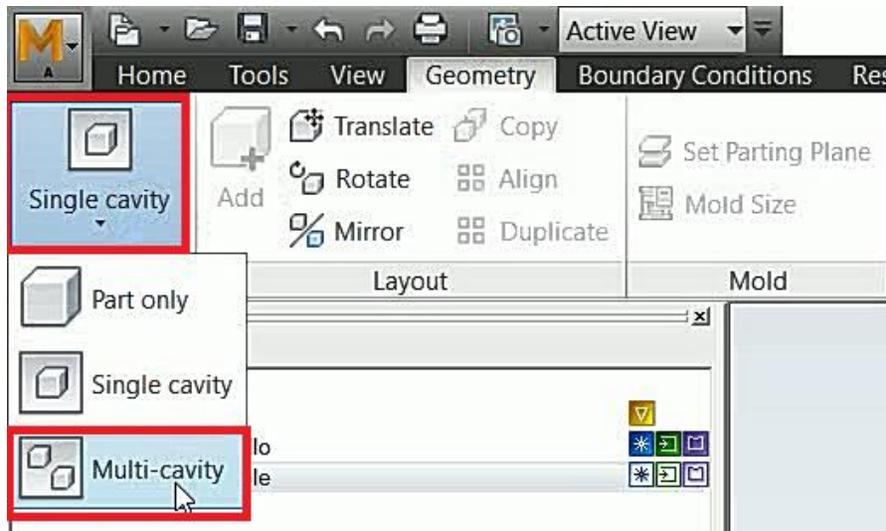

Figura 6.41 Configurar para múltiples cavidades.
- En el menú superior, seleccionamos la pestaña de **Geometry** y cambiamos la opción de **Single cavity** a **Multi cavity** (Figura 6.41).